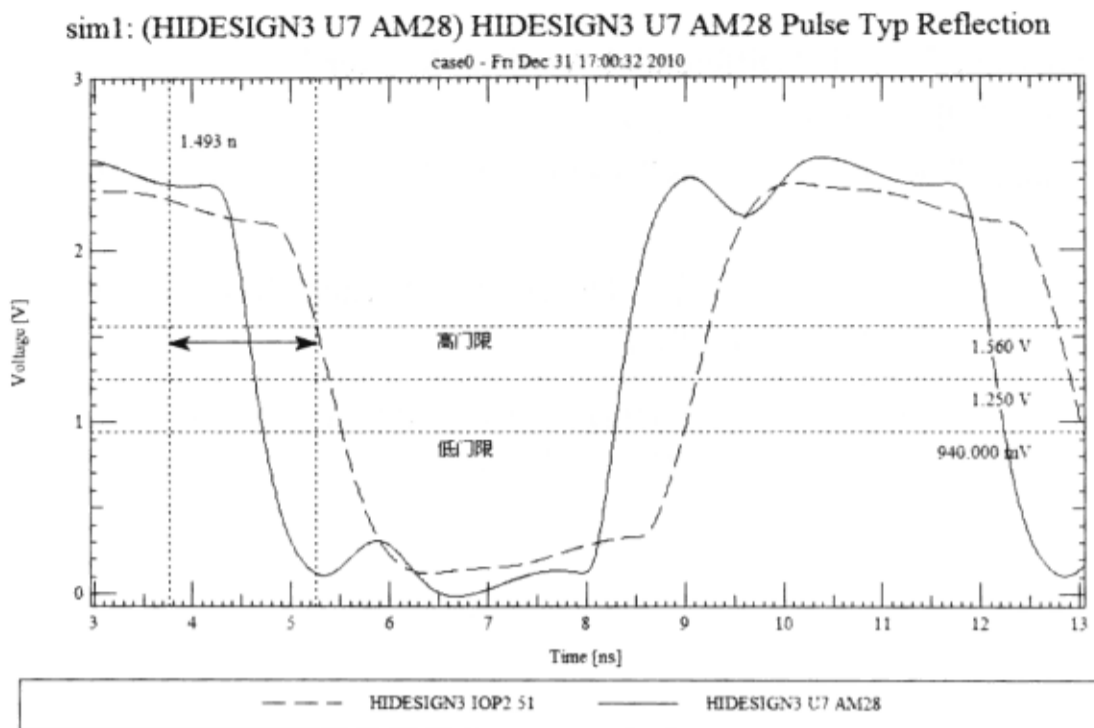

图 3-8-66 测量 SwitchDelayFall
(2) 测量 Falling Switch Delay: 下降沿的 Switch delay 是指接收器的信号达到它的逻辑输入高门限电压  $U_{IH}$ ，下降输入波形的驱动波形周期的 1/2。为驱动器输入激励设置的频率是 133MHz，周期是 7.52ns，1/2 个周期是 3.76ns。逻辑输入门限电压信息包含在接收器 IOP2 的信号模型中。
① 选择“SigWave”窗口的“differential vertical marker”之一→单击鼠标右键→从弹出菜单中选择“Location”→弹出“Edit Location”对话框。
② “X Secondary”栏输入“3.76ns”→单击“OK”按钮，关闭“Edit Location”对话框。
③ 按住鼠标左键→将不是 3.76ns 的“differential vertical marker”线移动到左边接收器下降波形通过 1.56V ( $U_{IH}$ )，如图 3-8-66 所示。